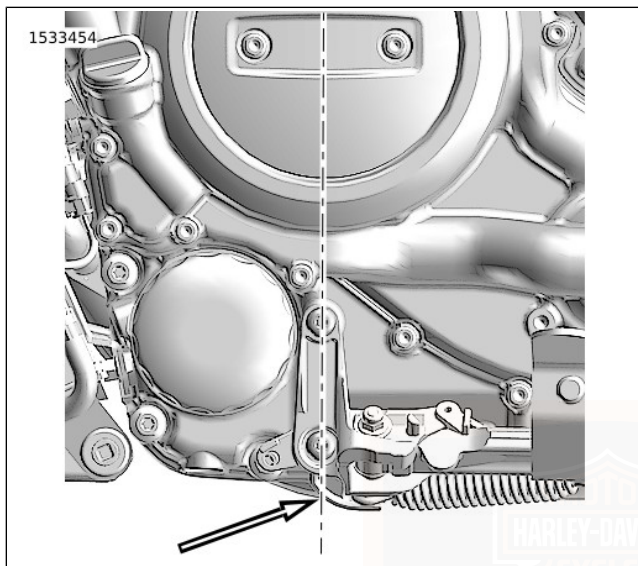

Abbildung 52. Mittellinie der Kurbelwelle
- *Siehe Abbildung 52. Beim Anheben des Motorrads von unten heben Sie es immer direkt unter der Mittellinie der Kurbelwelle an. Legen Sie Holz zwischen Motorrad und Hebevorrichtung.*